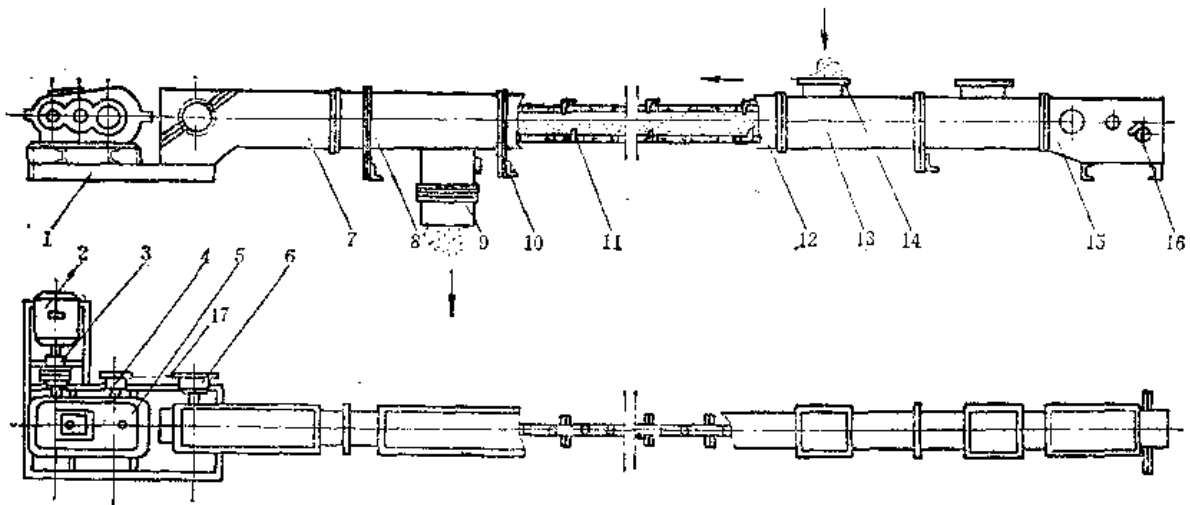

图 8-7-1 埋刮板输送机
埋刮板输送机结构较简单, 主要由刮板链条、驱动轮轴、拉紧机构、壳体及传动装置等组成 (图 8-7-1)。
(5) 壳体的修理 见图8-7-1中件7~15。埋刮板输送机调整合适与运行状态良好时，壳体磨损轻微。其主要故障为：
① 壳体磨损变薄，或被硬物挤伤，穿孔。其